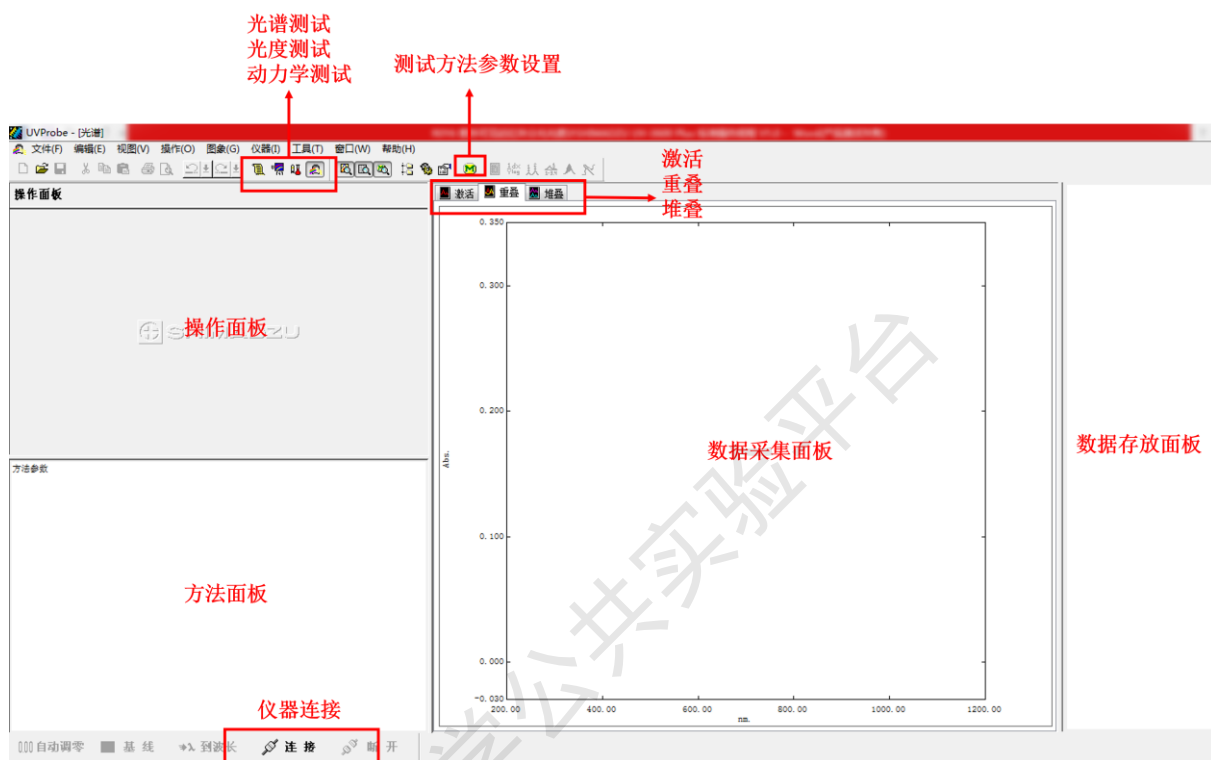

图 6-5 操作软件 UVProbe 的光谱模块图示
- (1) 单击【光谱模块】图标, 启动光谱模块操作界面如图 6-5。在左下方找到【连接】单击, 仪器开始自检, 待全部通过后, 点确定即可。(注意: 自检过程中请勿打开样品室盖。)